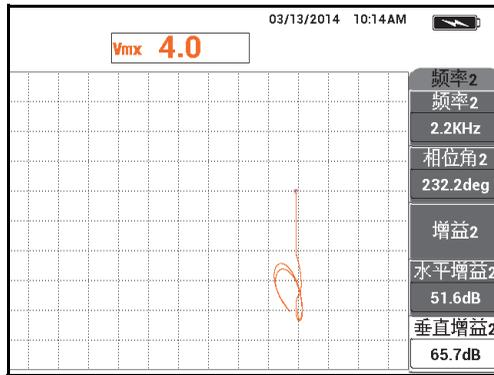

图 5-128 调节垂直增益 2 的值
22. 将探头移动到凹槽 B 上, 然后在这个位置上按住探头不动时, 调节**垂直增益 2** (功能键 E), 直到混合信号从平衡点向上延伸到 4 个垂直分区 (参见第 203 页的图 5-128)。